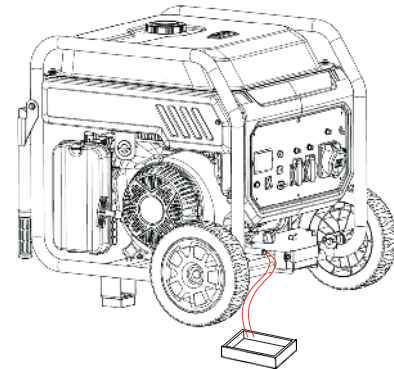

Рис. 23
- Найдите месторасположение маслосливной пробки (Рис. 23).